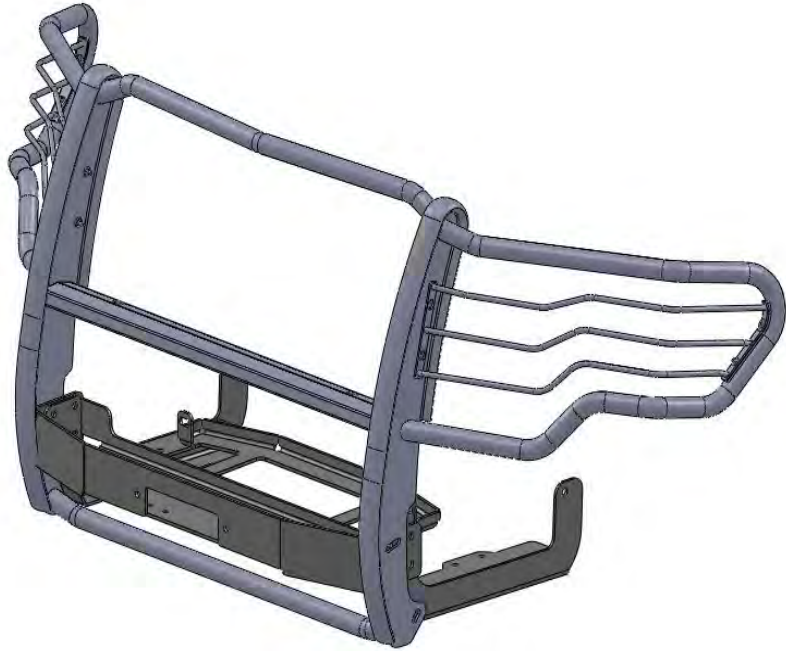

FIG 11
- Take the grille guard and align it with the remaining mount holes in the brackets, attach to the upper holes with, one M12 X 40MM hex bolt (ITEM 12), two M12 flat washer (ITEM 15), one M12 spring lock washer (ITEM 14), and one M12 hex nut (ITEM 13), attach to the lower holes with one M12 X 40MM hex bolt (ITEM 12), four M12 flat washer (ITEM 15) **Note two M12 flat washers will be used in between the upright of the grille guard and the bracket to act as spacers.**, one M12 spring lock washer (ITEM 14), and one M12 hex nut (ITEM 13). Do not fully tighten at this time (FIGURE 11, 12)
13. Prendre la grille de protection et l'aligner avec les trous de fixation restants dans les supports, fixer aux trous supérieurs avec un M12 X 40MM boulon hexagonal (PIECE 12), deux M12 rondelles plates (PIECE 15), une M12 rondelle-frein à ressort (PIECE 14) et un M12 écrou hexagonal (PIECE 13). Fixer aux trous inférieurs avec un M12 X 40MM boulon hexagonal (PIECE 12), quatre M12 rondelles plates (PIECE 15), **{remarque deux M12 rondelles plates seront utilisées entre le montant de la grille de protection et le support pour agir en tant qu'entretoises}** une M12 rondelle-frein à ressort (PIECE 14) et un M12 écrou hexagonal (PIECE 13). Ne pas serrer complètement à cet instant. (FIGURE 11, 12)